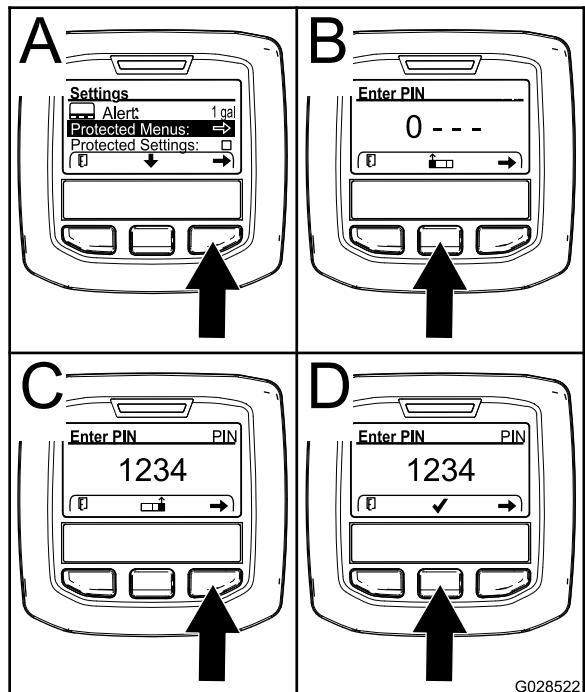

Рисунок 11
2. В меню SETTINGS (Настройки) с помощью средней кнопки прокрутите меню вниз к пункту PROTECTED MENU (Защищенное меню), и нажмите правую кнопку (Рисунок 11А).
3. Чтобы ввести ПИН-код, нажмите среднюю кнопку и удерживайте ее в нажатом положении до появления первой цифры, затем нажмите правую кнопку, чтобы перейти на следующую цифру (Рисунок 11В и Рисунок 11С). Повторяйте этот пункт до тех пор, пока не будет введена последняя цифра, затем нажмите правую кнопку еще раз.
4. Нажмите среднюю кнопку для ввода ПИН-кода (Рисунок 11Д).